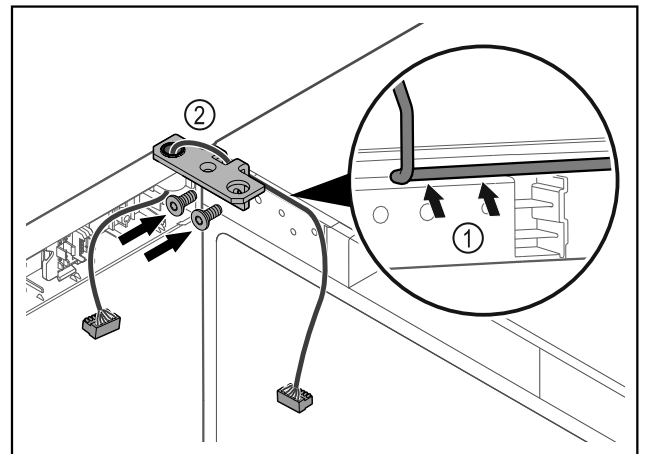

Fig. 63
- ▶ Introdurre il cavo nel foro della cerniera angolare e posarlo con cautela Fig. 63 (1).
- ▶ Avvitare la cerniera angolare Fig. 63 (2).